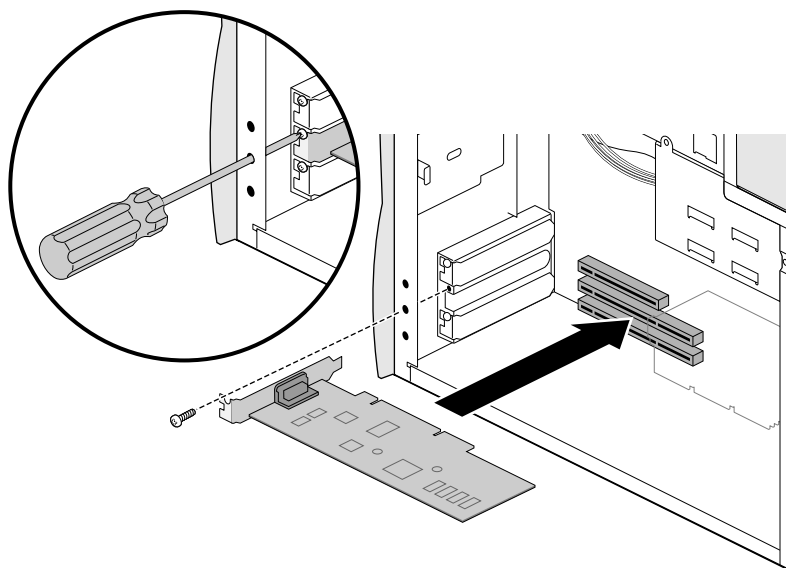

Figura 5-2 Installazione di una scheda PCI
6. Installare la nuova scheda, come illustrato nella Figura 5-2.